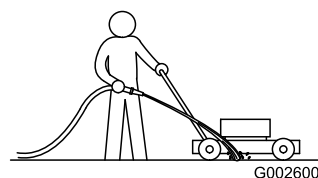

図 18
- エンジンを始動し、ブレードを回転させた状態で、右後ろの車輪から付近からデッキ内部に水を掛ける 図 18。